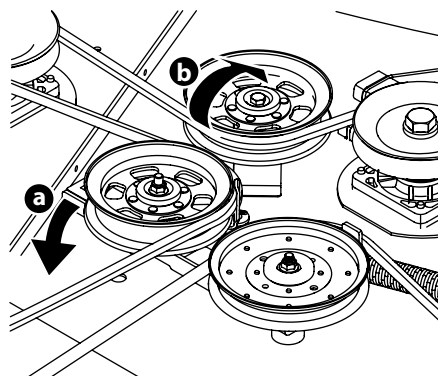

Figura 4-12
- Desde la parte media del tractor, haga girar el soporte de polea loca y la polea loca móvil hacia atrás, separándolos de la parte posterior de la correa en 'V' (a) a una distancia suficiente que permita levantar la correa, por encima de la polea loca (b). Vea la Figura 4-12.